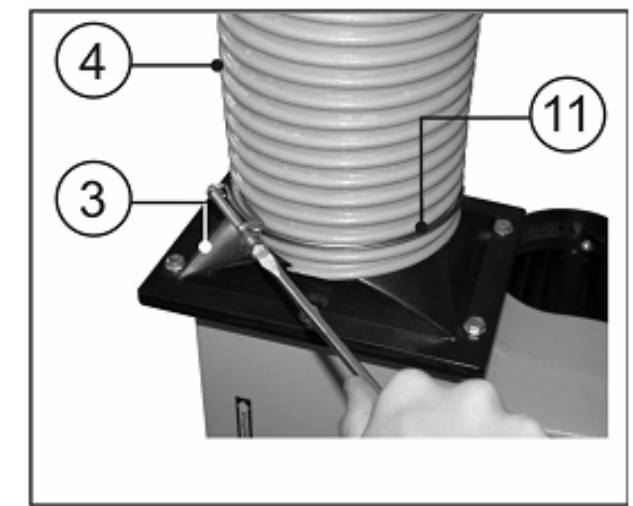

Рис.6.
- Наденьте шланг (4) с двумя хомутами (11) на выходной переходник (3) вентилятора и на входной патрубок корпуса фильтра и затяните хомуты, Рис.6.